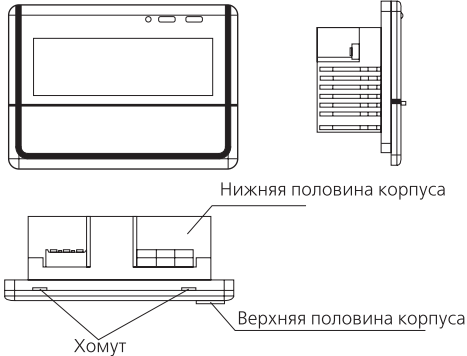

Рис. 8.6
8.2.7 Разберите корпус центральный блок управления на две части в месте расположения защелки на верхнюю и нижнюю половины в соответствии с Рис. 8.6.